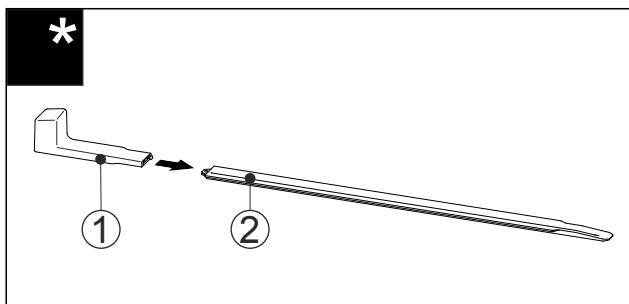

Fig. 47
► Futni dorezën e montimit Fig. 47 (1) në shinën e nivelimit Fig. 47 (2).